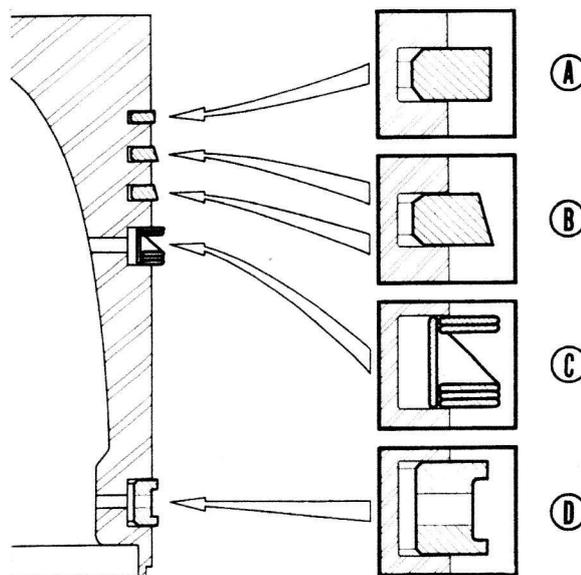

Fig. 32
- 6° Equiper les pistons de leurs segments (fig. 32).